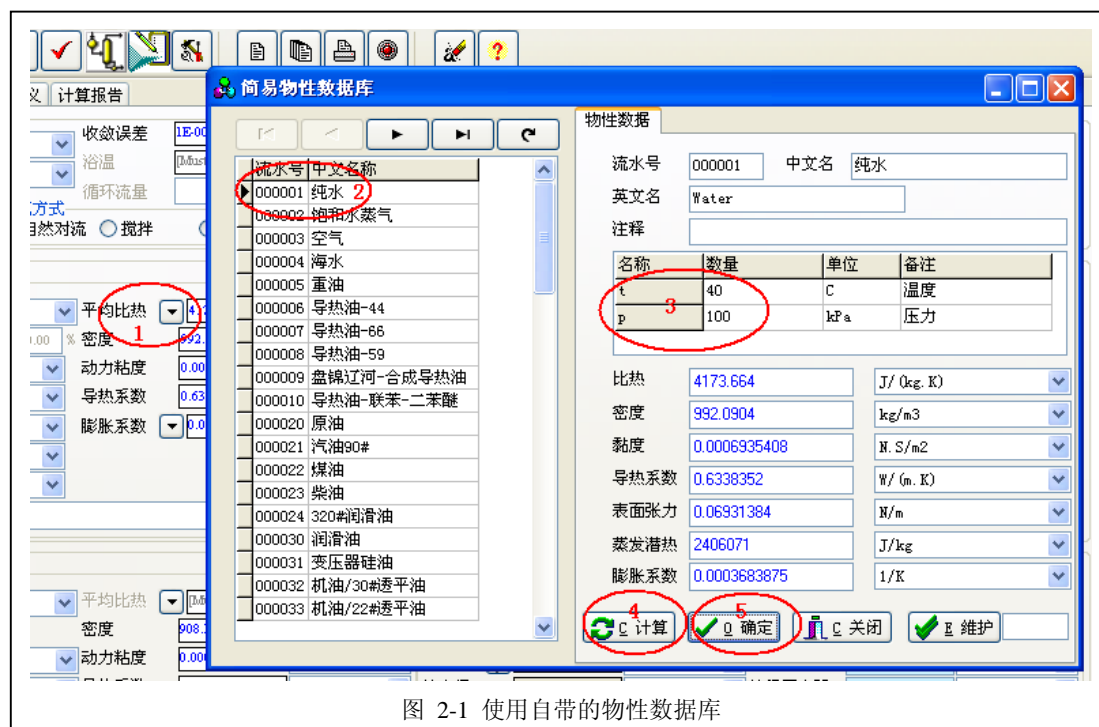

图 2-1 使用自带的物性数据库
- 使用物性数据库。VHeater 自带了一个简易的物性数据库，使用方法：1) 在界面中按下“平均比热”右边的箭头，打开物性数据库；2) 选择物质种类；3) 填写温度和压力；4) 按下“计算”按钮；5) 按下“确定”按钮。见图 2-1。